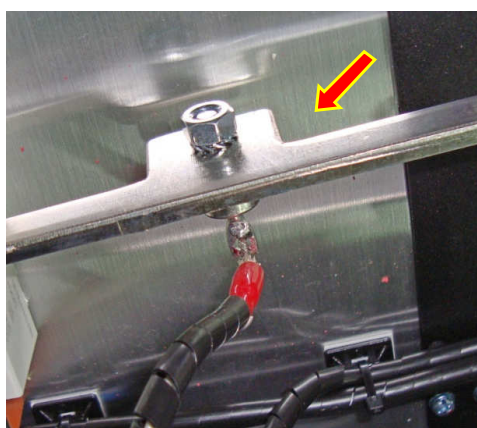

Рис. 6.30.
6.17.2. Перевернуть шину «+» входных диодно-тиристорных модулей, открутить гайку крепления диода предзаряда и вынуть диод предзаряда из отверстия в шине (рис. 6.30). Положить шину «+» входных диодно-тиристорных модулей в тару.